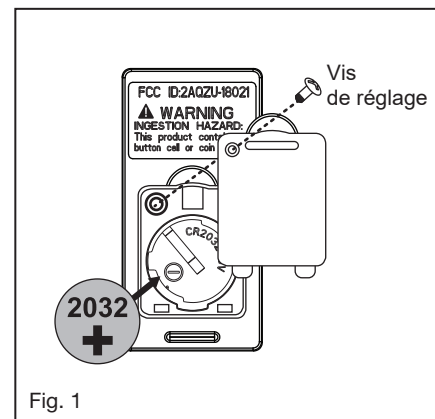

Fig. 1
- 1 Select a desired location. Use the wall plate to mark the location of the mounting holes. Plastic wall anchors or mounting screws are needed for this application. (Fig. 1)
Retirez le panneau de l'émetteur, puis installez une pile 2032 (incluse). Vous devez utiliser une pièce de monnaie pour ouvrir ou fermer le couvercle de la batterie. Pour éviter d'endommager l'émetteur, retirez la batterie s'il n'est pas utilisé pendant de longues périodes (Fig. 1).